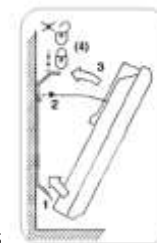

Рис. 6
7. Подвесьте конвектор на кронштейн, для чего приложите нижнюю часть прибора к нижним выступам кронштейна и вставьте их в имеющиеся в нижней части задней панели прибора вырезы. Выполняя данные действия необходимо держать прибор под углом примерно 50-60 градусов (рис. 6).
8. Поверните прибор в горизонтальной плоскости до совмещения верхних выпусков кронштейна с верхними вырезами в задней панели прибора и слегка нажмите на прибор до щелчка верхних выпусков (рис. 6), после чего закрутите в них винты.